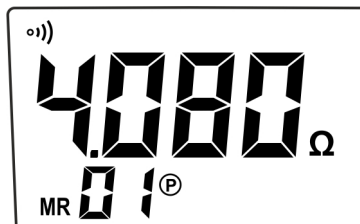

Fig. 29: Rappel des données à l'écran
2. Appuyez longuement pendant plus de 2s la touche **MEM** pour accéder à la zone de mémoire. L'instrument affiche les dernières données enregistrées dans la mémoire et le symbole « MR » (voir Fig.29)